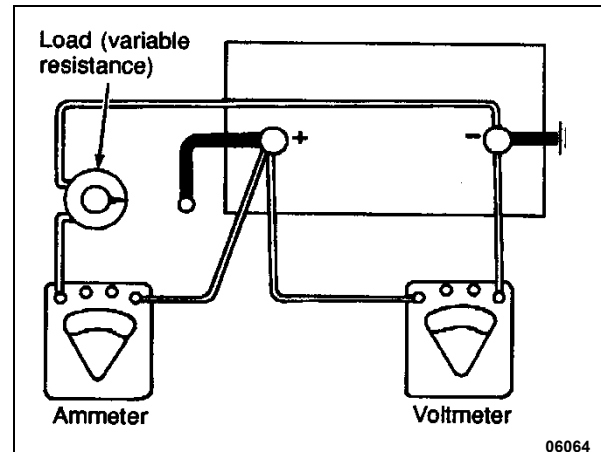

FIGURA 55: PRUEBA DE CARGA
2. Conecte un voltímetro, un amperímetro y una resistencia de carga variable como se ilustra en Figura 55.